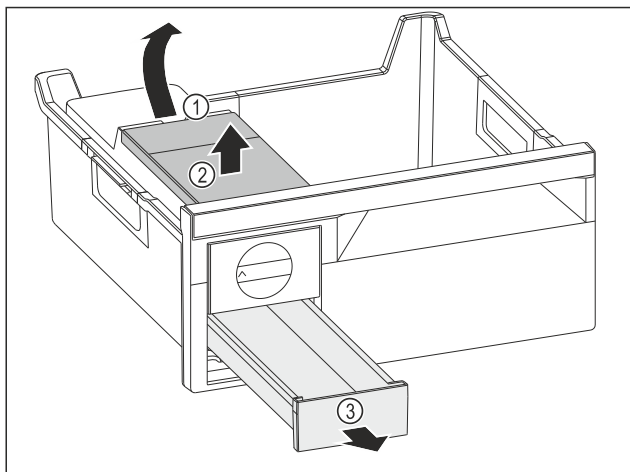

Fig. 196
- Retirer le réservoir d'eau : Soulever le réservoir d'eau hors de l'évidement Fig. 196 (1).
- Retirer le réservoir d'eau Fig. 196 (2) vers le haut.
- Retirer le compartiment à glaçons Fig. 196 (3) vers l'avant.